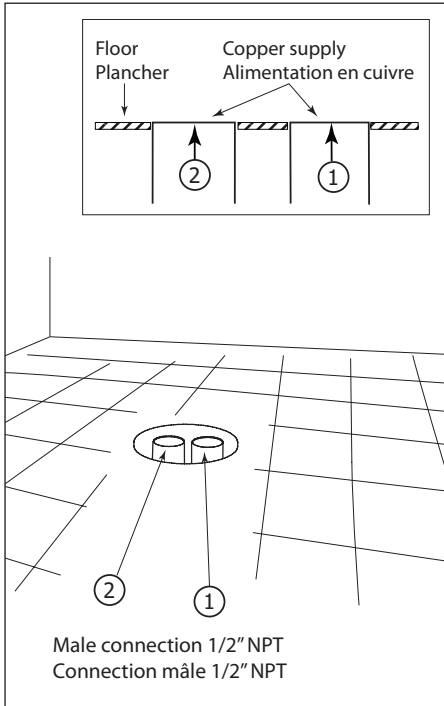

Fig.1
-Determine the position of the tub filler on the floor and prepare the roughing as shown (Fig.1). Flush the copper supply to the floor.
-Déterminer la position du robinet sur le plancher et préparer les raccordements tel qu'illustré (Fig.1). Encastrez les tubes d'alimentation d'eau en cuivre à la hauteur du sol.
-Connect the hot water hose (2) and cold water hose (3) to the spout (1). Assemble the spout (1) to the body (5), tighten the set screw (4).
-Separate the escutcheon (6) from the mounting flange (7), slide it upward on faucet assembly. Tighten the setscrew (8) to secure the floormount faucet assembly.
-Connectez le tuyau d'eau chaude (2) et le tuyau d'eau froide (3) sur le bec (1). Assemblez le bec (1) sur le corps (5), serrez la vis de réglage (4).
-Séparer la rosace (6) de la bride de fixation (7), faites-le glisser vers le haut sur l'ensemble du robinet de lavabo au sol. Serrer la vis (8) pour fixer l'ensemble du robinet au sol.